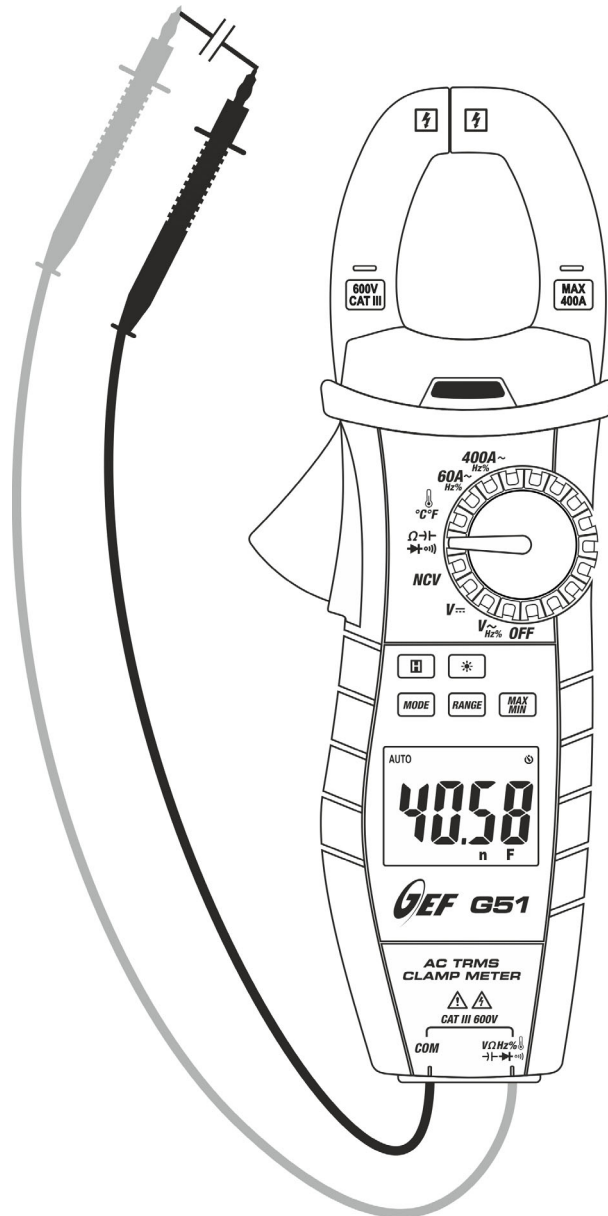

Fig. 9: Uso del instrumento para medida de Capacidades
4. Posicione las puntas de prueba en los puntos deseados del circuito en examen (vea Fig. 9). El valor de las capacidades se mostrará en pantalla